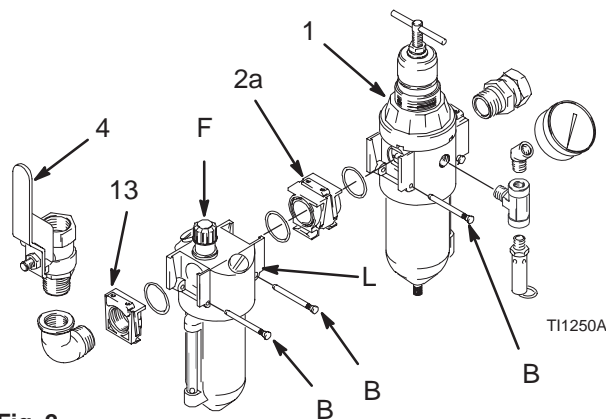

Fig. 2
- **Se suministra una la válvula neumática principal de purga con llave roja (4)** para liberar el aire atrapado entre dicha válvula y el motor neumático cuando la válvula está cerrada (consulte la **ADVERTENCIA** anterior). Cerciérese de que se puede acceder fácilmente a la válvula de purga desde la bomba, y que dicha válvula se instala **corriente abajo** del filtro/regulador de aire (1). Fig. 2.
- **El filtro/regulador de aire (1)** controla la velocidad de la bomba y la presión de salida ajustando la presión de aire que se suministra a la bomba. También elimina la suciedad y humedad dañinos del suministro de aire comprimido. Colóquelo lo más cerca posible del equipo con el que se va a utilizar, pero **corriente arriba** de la válvula neumática principal de purga (4). Instale el regulador de aire en la línea de aire de forma que el aire fluya en la dirección indicada por la flecha marcada en su cuerpo. Fig. 2.
2. Retire el pasador (B) de la salida del filtro/regulador. Fig. 2.
4. Deslice hacia afuera el inserto con extremo roscado (13) con las piezas de conexión de salida todavía sujetas.
5. Instale el conector modular (2a) (con las dos juntas tóricas y la grasa suministradas) entre el filtro/regulador y el lubricador (L).
6. Instale el inserto con extremo roscado (13) en la salida del lubricador (L) (con la junta tórica y la grasa).
7. Instale los tres pasadores de retención (B).
El lubricador dosifica aceite en la corriente de aire para lubricar automáticamente los motores accionados por aire. Un ajuste manual en la carcasa (F), Fig. 2, fija la velocidad de goteo del aceite en la corriente de aire, y puede ser supervisada a través de la mirilla. Lo más corriente son una o dos gotas de aceite por minuto. Utilice un aceite con clasificación de 50 a 200 SUS (ISO grado 7 a 46) a 38°C, tal como el aceite de motor Graco, ref. pieza 202659.
Para rellenar, desenrosque el tapón de llenado (L, Fig. 2) y vierta el aceite. La capacidad del lubricador es de 0,2 litros. Compruebe el nivel de aceite a través de la mirilla. El lubricador puede rellenarse mientras el sistema está sometido a presión. Sin embargo, **libere siempre la presión del sistema** antes de retirar la cubeta por cualquier motivo.
2. Cierre todas las válvulas neumáticas de tipo, incluyendo la válvula neumática principal de tipo purga con llave roja (4), suministrada con su sistema. Fig. 2.
3. Gire el regulador con llave en T completamente en sentido contrario a las agujas del reloj si va a retirar el aire de la cubeta del filtro/regulador de aire (1), o efectuar reparaciones en el filtro/regulador de aire.
4. Abra lentamente el filtro/regulador de aire (1), Fig. 2. Utilice el filtro/regulador para controlar la velocidad de la bomba y la presión del fluido. Use siempre la menor presión de fluido necesaria para obtener los resultados deseados. Presiones más altas pueden desgastar prematuramente la boquilla y la bomba.